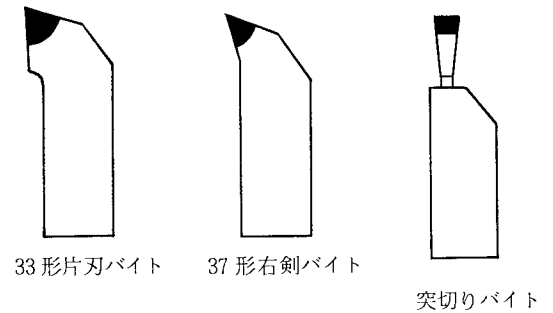

図 2-2 ダイヤモンドコンパクトバイト
(2) 切削工具
① ダイヤモンドコンパクトバイト (図 2-2)。
② 超硬ドリル ($\phi 14$)
③ 弓ノコ
(3) 測定器
① スケール (150 mm)
② ノギス (150 mm)
③ 内パス